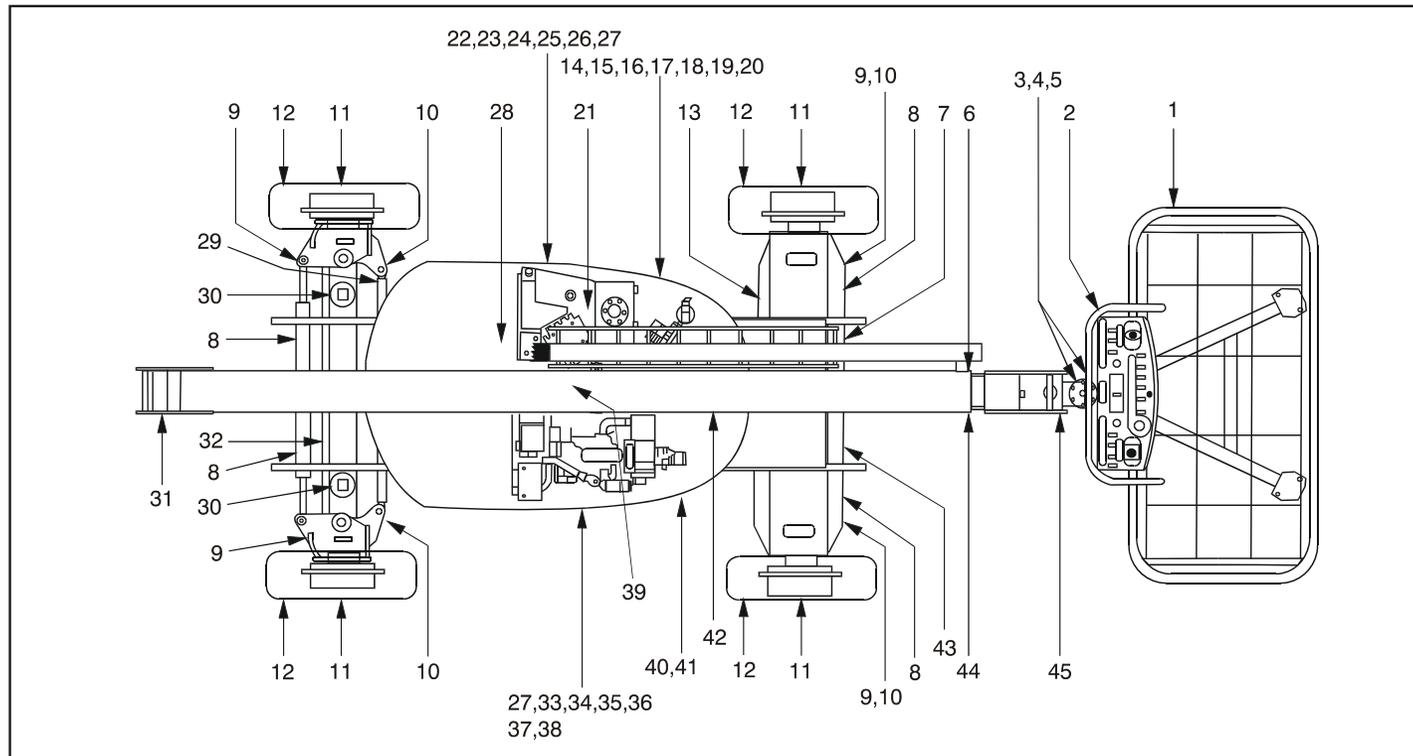

Figura 2-3. Inspeção Exterior Diária (Folha 1 de 4)
5. **Inspeção exterior** – Consultar Figura 2-3. e Figura 2-4.